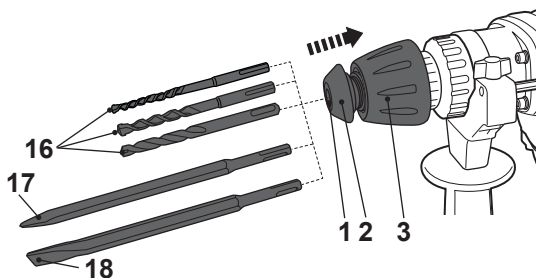

Fig. 1
- > Tire hacia atrás de la camisa del portaútiles (3) y manténgala en esa posición.
- > Inserte la broca o cinkel SDS en el portaútiles (1) con un movimiento de giro hasta el fondo (Fig. 1).